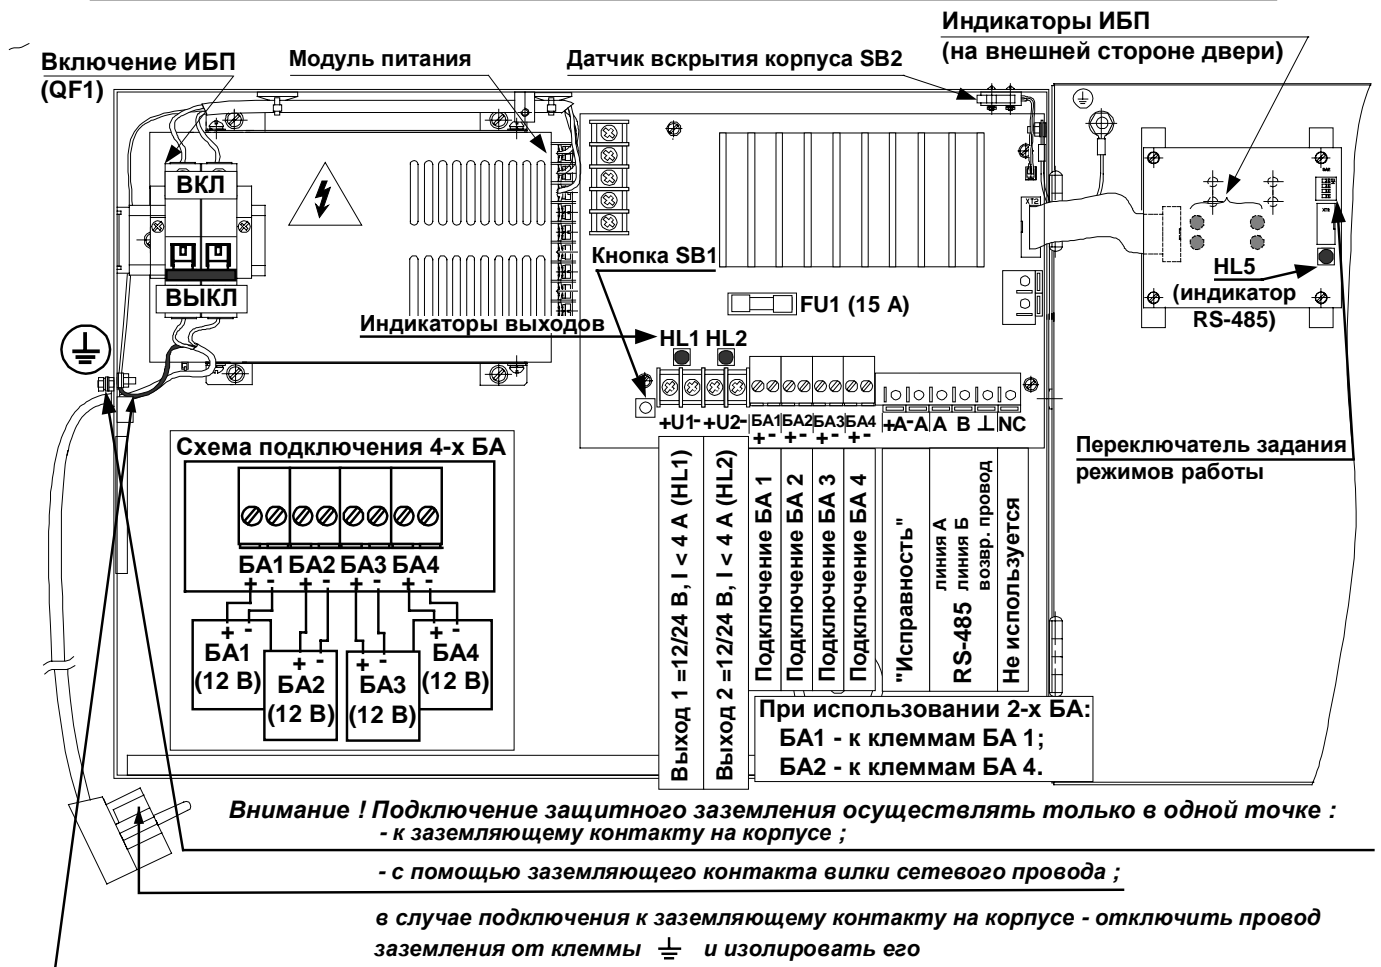
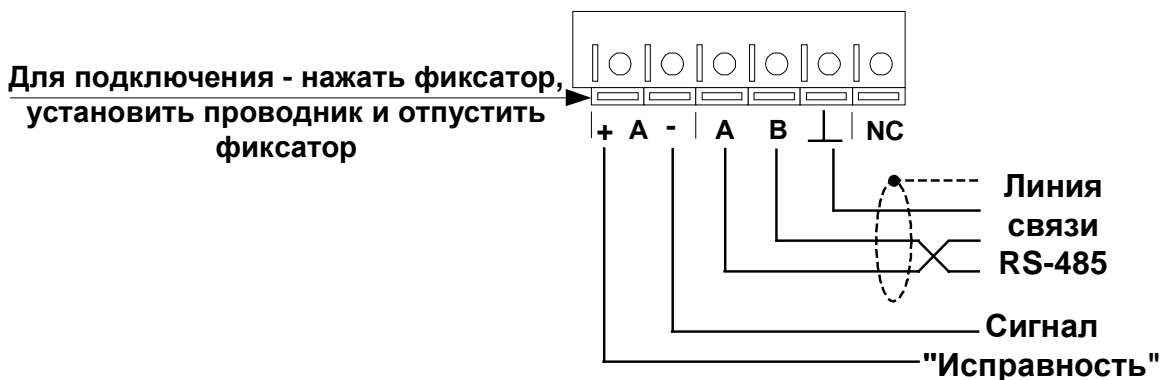

Рис. 3 Внешний вид ИБП-1200/2400 исп. 2 с открытой дверью
Рис. 4 Подключение линий связи: RS-485 и сигнала "Исправность"
Внешний вид ИБП-1200/2400 исп.1, исп. 2 с открытой дверью представлены соответственно на Рис. 2, Рис. 3. Корпус блока имеет вентиляционные отверстия для отвода тепла. В корпусе установлен автомат защиты с тумблером включения «Сеть 220 В». На боковых поверхностях корпуса имеются отверстия, через одно из которых пропускается кабель подклю-
Провода подключаются к клеммам присоединительной колодки в соответствии со схемой подключения (Рис. 2, Рис. 3, Рис. 4, Рис. 5, Рис. 6, , Рис. 7) – в зависимости от вариантов исполнения ИБП-1200/2400 исп. 1 или исп. 2.
Слева на боковой поверхности корпуса расположен винт для подключения защитного заземления (см. Рис. 2 или Рис. 3).
6.4.4 Подключение соединительных линий и БА к клеммам ИБП производится в соответствии с Рис. 2, Рис. 3, Рис. 4, Рис. 5, Рис. 6 и Рис. 7 – в зависимости от вариантов исполнения. Перед подключением тумблер «Сеть 220 В» выключить.